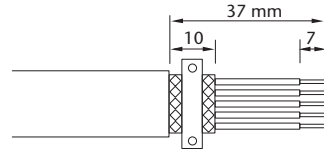

fig. 4
1. Entfernen Sie die Isolierung an einem Ende des CAN-Bus-Kabels (381 954) (Abb. 4).